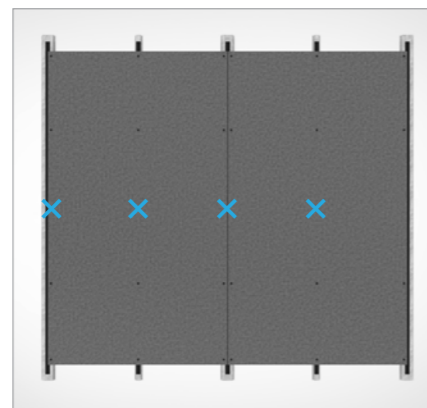
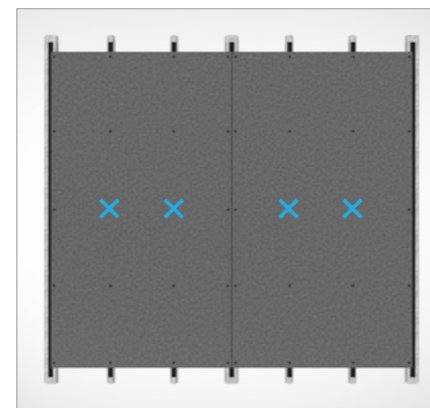

图 8。
图 9。
- 当立面板以竖向方式安装时, 每块板材仅允许设置两个固定点, 且应尽可能靠近面板的中心位置。(见图 8 和图 9)